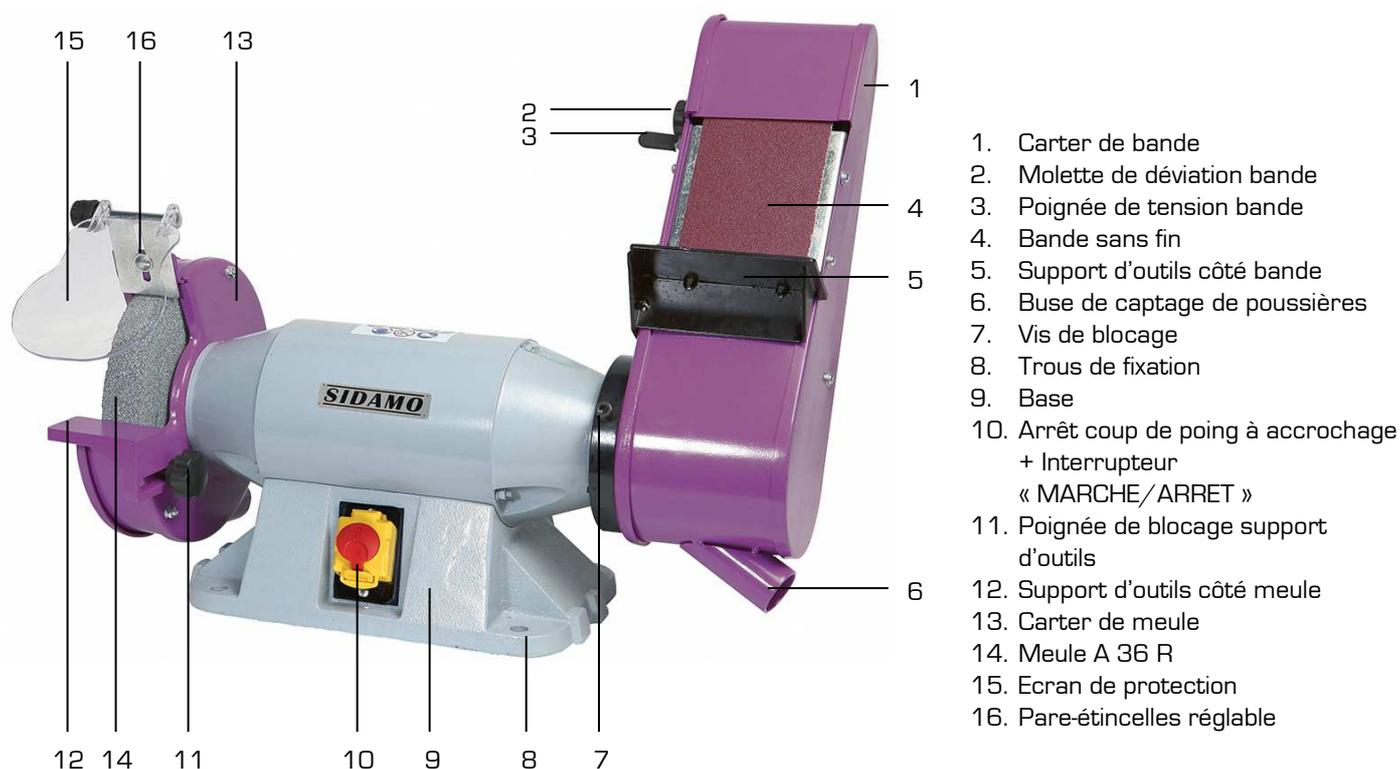

Figure 1
3. Fixer le touret sur le socle ou sur l'établi en introduisant 4 vis (M6) dans les trous (8 fig.1) puis les bloquer fermement au moyen d'écrous appropriés.
6. Approcher progressivement la pièce à poncer au contact de la bande, en vous appuyant sur le support d'outils (5 fig.1).